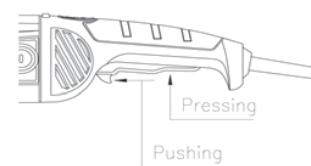

Figure 7
2)Чтобы включить инструмент, нажмите вперед кнопку включения, затем слегка нажимая переключатель on/off (вкл/выкл) (Рисунок 7).